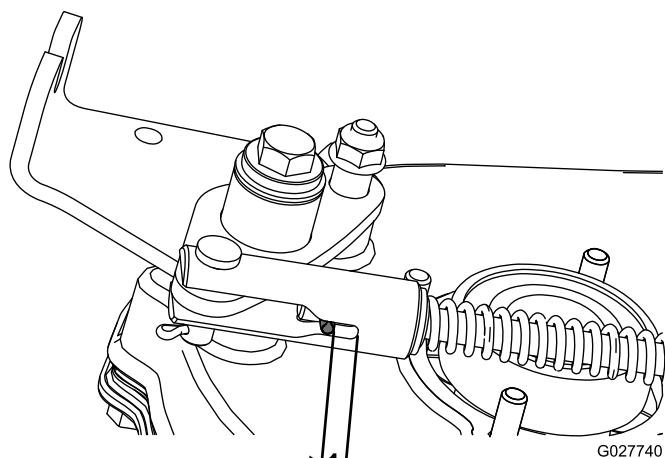

Figure 46
2. Mesurez la distance entre la goupille cylindrique et l'extrémité de la fente (Figure 46) ; si elle est inférieure à 0,8 mm, réglez l'embrayage en procédant comme expliqué ci-après.
6. Engagez le levier de commande de déplacement et mesurez la distance entre la goupille cylindrique et l'extrémité de la fente (Figure 46). Cette distance doit être comprise entre 6 et 9,5 mm.